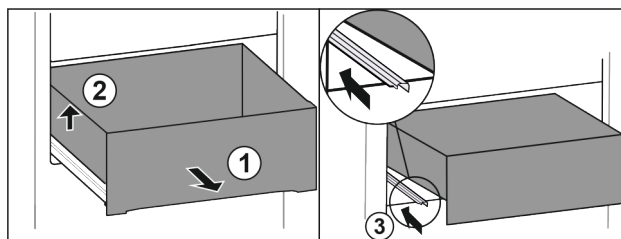

Fig. 89
- ▶ A fiókot ütközésig húzza ki. Fig. 89 (1)
- ▶ Emelje meg a fiók bal oldalát. Fig. 89 (2)
- ▶ Tolja be a bal oldali sínt. Fig. 89 (3)